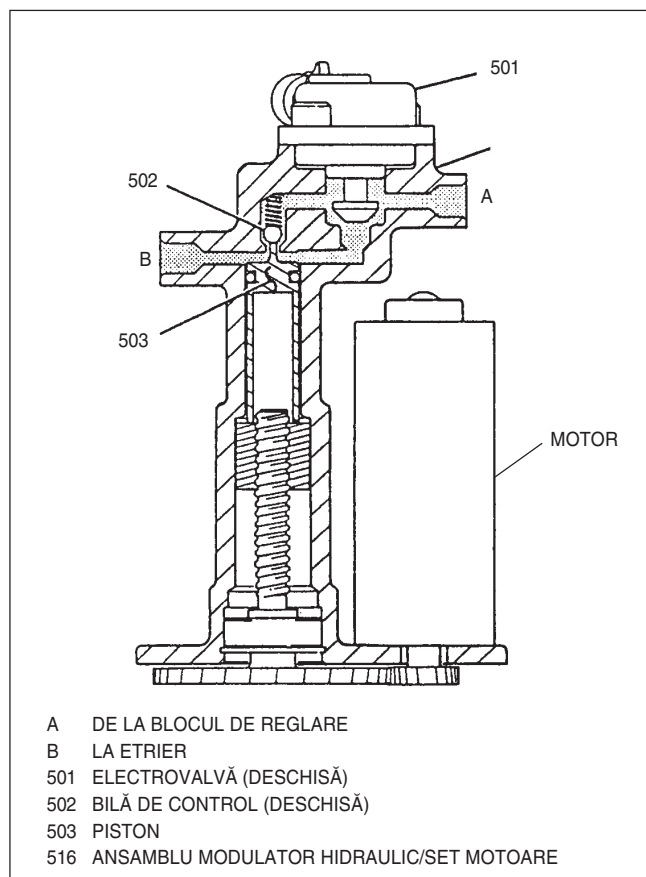
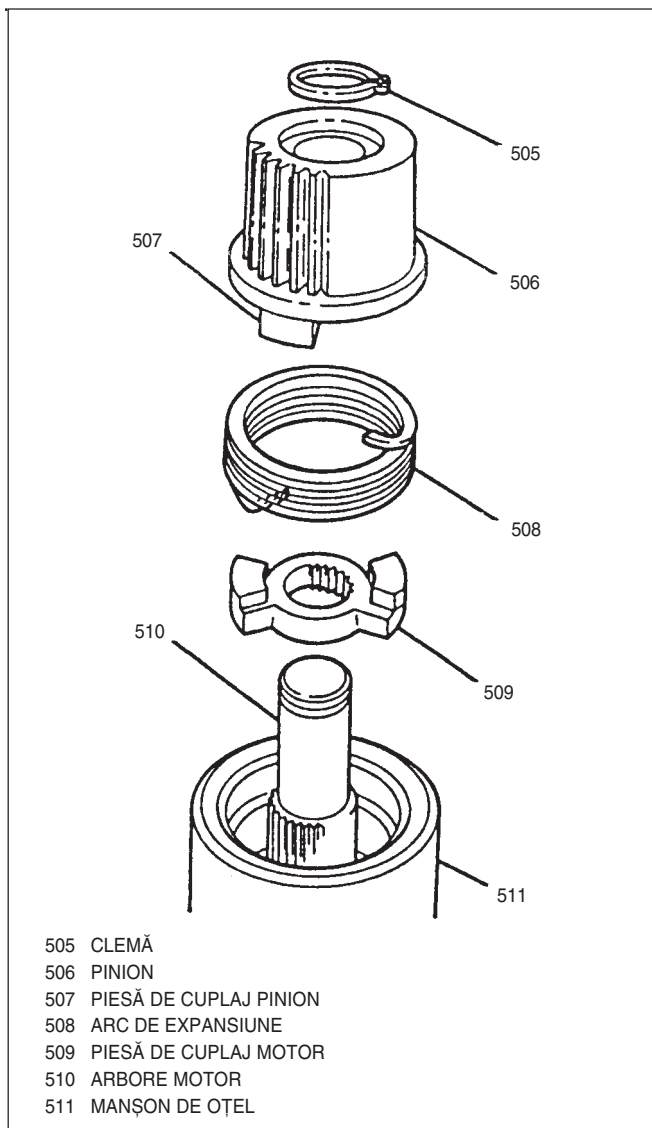
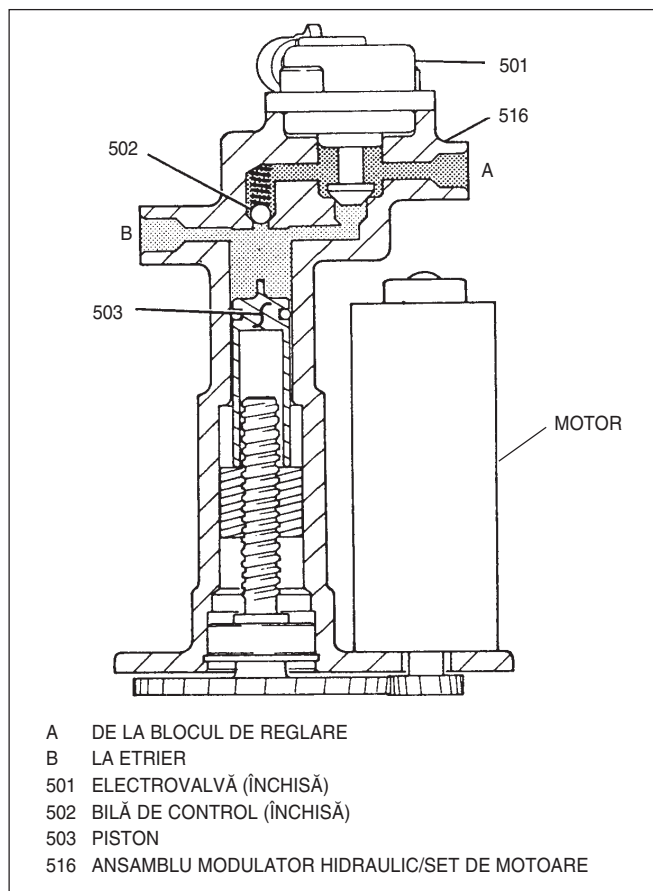

Fig. 1 Frînă față — Modalitatea de bază de frînare
Fig. 2 Arc de expansiune de frînare (ESB)
Fig. 3 Frînă față — Modalitatea de frînare cu ABS
control. Cum este arătat în fig. 1, în condiții normale de funcționare (mod de frînare de bază), pistonul este ținut în poziția cea mai de sus posibilă sau poziția de bază. Aceasta se realizează prin intermediul motorului care rotește șurubul cu bile și duce piulița în sus. Cînd ajunge în poziția cea mai de sus, pistonul este menținut de un ESB. Un ESB este un resort care este reținut într-o carcasă cu o toleranță strînsă. Un capăt al resortului este în contact cu piesa de cuplare de la arborele motorului și celălalt capăt este în contact cu piesa de cuplare de la pinion (Fig. 2). La frînarea normală, se exercită presiune în capul pistonului, împingîndu-l pe acesta în jos. Această forță determină un cuplu de rotire de sens invers acelor de ceasornic asupra pinionului motorului care încearcă să rotească arcul în sens invers acelor de ceasornic. Acest cuplu destinde arcul spre exterior în interiorul carcasei și împiedică angrenajul să se rotească. Cînd pistonul este în poziția cea mai de sus, ridică bila de control și deschide o cale pentru lichidul de frînă. Două căi sînt disponibile pentru circulația lichidului de frînă către etrier: (1) prin modulator, pe lîngă bila de control și la etrier, și (2) prin modulator, electrovalva normal deschisă și la etrier. Electrovalvele din circuitele de lichid din față crează o cale alternativă pentru lichidul de frînă, către etrieri. Astfel, dacă ABS se defectează sau i se întrerupe alimentarea cu pistonul în altă poziție decît poziția de bază, întotdeauna există o cale alternativă pentru lichidul de frînă (Fig. 1).
Dacă oricare din roți se apropie de starea de blocare, EBCM va comanda în mod adecvat cele trei motoare și cele două electrovalve, pentru a controla presiunea de frînare aplicate la roata (roțile) afectate. În timpul funcționării ABS, la roțile din față, sînt acționate electrovalvele pentru a izola acea cale de lichid (Fig. 3). Apoi EBCM comandă motoarele controlînd astfel cursa și viteza de deplasare a pistoanelor. Cînd motorul este acționat și începe să rotească șurubul cu bile, capătul ESB care este în contact cu piesa de cuplaj a motorului se rotește spre interior forțînd arcul să se strîngă în interiorul carcasei, permițînd motorului să rotească roata dințată a modulatorului (Fig. 2). Cea mai înfîlînită aplicație a acestui principiu sînt mecanismele de ridicare a geamurilor, unde greutatea geamului sau o forță de împingere aplicată direct asupra geamului nu pot să coboare geamul, dar o forță mică aplicată la maneta de acționare poate să coboare sau să ridice geamul. Pentru ESB, presiunea care apasă asupra pistoanelor corespunde greutății geamului, iar motorul corespunde manetei de acționare. Cînd motorul învîrte șurubul cu bile în sens invers, pistonul coboară, permițînd bilei de control să se așeze. Presiunea de frînare de la etrier este acum o funcție de volumul din camera pistonului, care este controlabil.